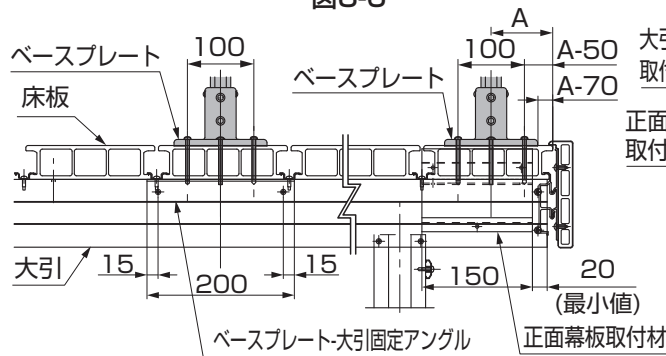
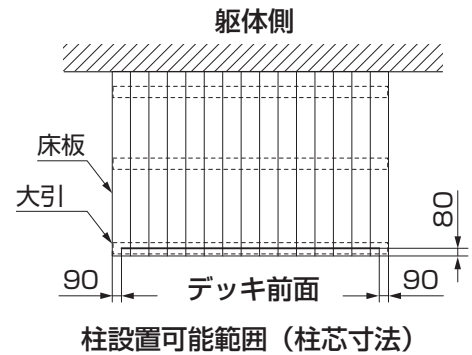
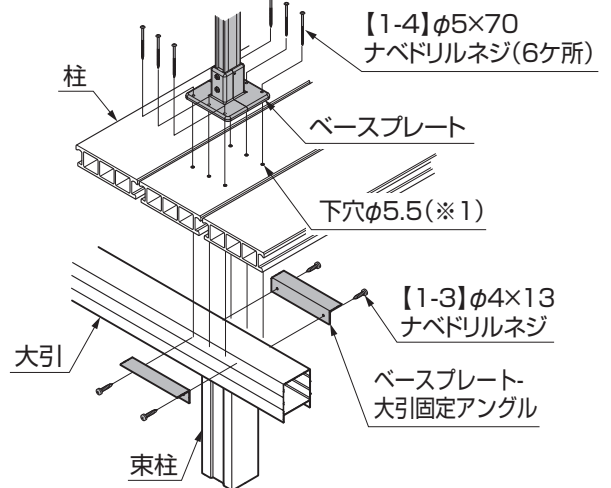

図3-8
図3-7
図3-11 中間
- デッキの中間部に立てる場合、端部に立てる場合には、図3-6、図3-7、図3-8、図3-11を参照して取付けてください。
- 図3-8のA寸法値の最小値は90mmです。
- 図3-8のA寸法の最大値は、ベースプレート-大引固定アングルに手が届く約400mmの範囲内で自由に設定することができます。
②ネジ位置をマーキングしてください。
③マーキングした床板に、φ5.5の下穴をあけてください。(※1)
④大引にベースプレート-大引固定アングルを、【1-3】で取付けてください。
⑤ベースプレートを【1-4】で、床板の下の正面幕板取付材またはベースプレート-大引固定アングルに取付けてください。